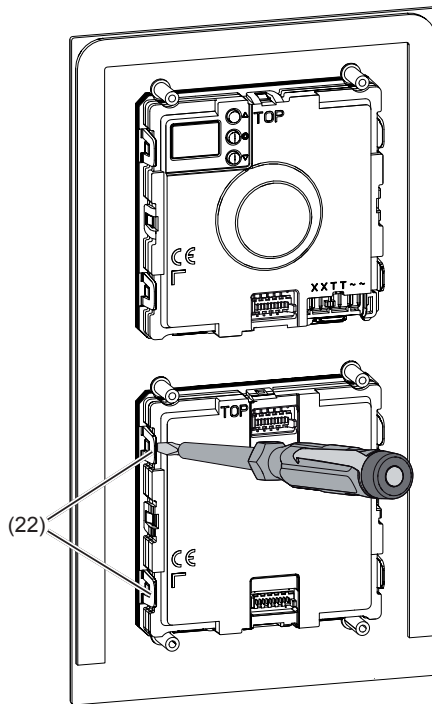

Bild 17: Modul entriegeln
- (20) Schrauben
- (21) Modul-Halterung
- Zur Modul Entnahme die seitlichen Haltetaschen (22) der Modul-Halterung durch vorsichtiges Hebeln mit einem Schraubendreher entriegeln (Bild 17).